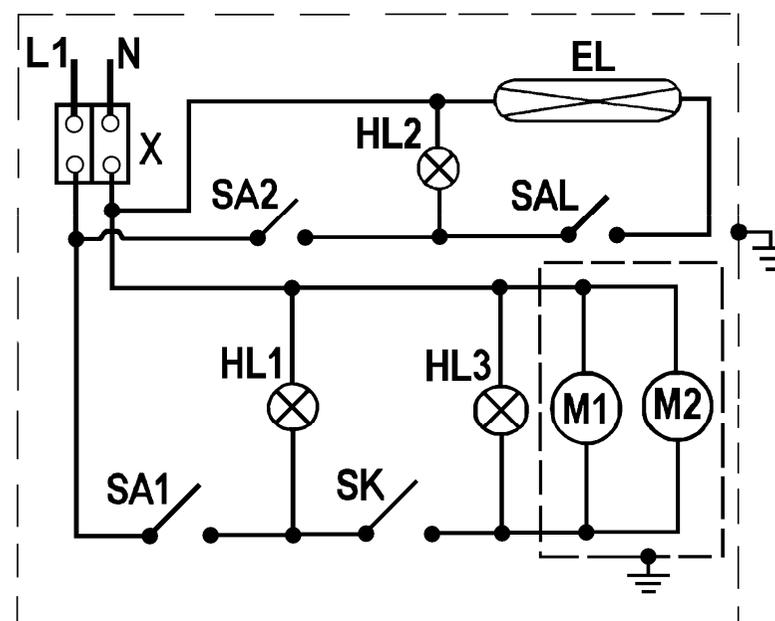

Рис. 4
8.5 Схема электрическая принципиальная приведена на рис. 4.
- подключить провода электросети к зажимам клеммного блока (X1, см. рис. 4), в соответствии с маркировкой (L1 – фазный провод, N – нейтральный провод);